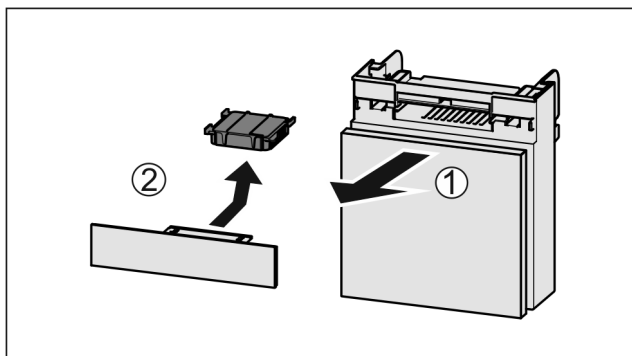

Fig. 157
- Predal izvlcite Fig. 157 (1) naprej.
- Odstranite Fig. 157 (2) aktivni ogljeni filter.